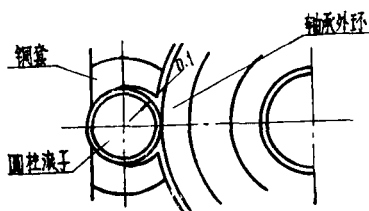

图2
(1) 采用的是圆柱滚子(图2)。
除与原始表面光洁度有关外，与圆柱滚子的表面光洁度也有很大关系。我们采用“2208单列向心短圆柱滚子轴承”上的圆柱滚子，它具有光洁度高、硬度高和精度高等优点，使用可靠。但长期使用时，对圆柱滚子的表面也会因细铁末等污物清除不良，而擦伤滚柱表面。因此，在使用中应经常进行检查。发现擦伤现象，即应重新调整圆柱滚子与工件的角度（图2），或更换圆柱滚子。否则易产生周期性波纹或斑点等缺陷。
（1）滚压前，根据工件直径的大小，圆柱滚子的中心线与工件的中心线调至 $5^\circ \sim 20^\circ$ ，使其形成点接触（图2）；